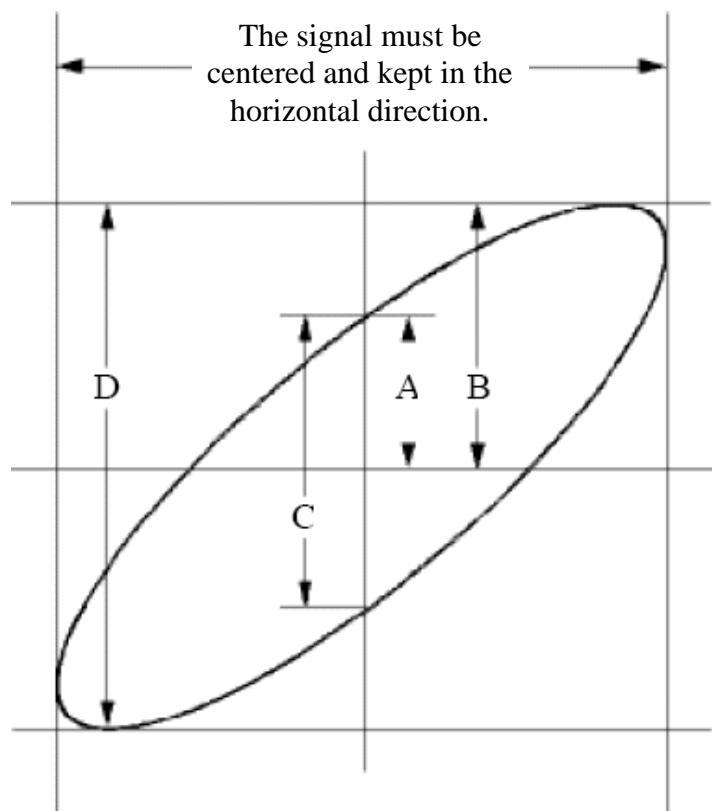

Figure 6-6 リサーチュ図
- (1) プローブ・メニューでプローブ減衰比を10X、プローブの減衰比をスイッチで10Xに設定します。詳細は“プローブ減衰比の設定”を参照ください。
- (2) 回路の入力信号にCH1プローブを、出力信号にCH2プローブを接続します。
- (3) **CH1～CH4**ボタンを押して、CH1とCH2をオンにし、CH3とCH4をオフにします
- (4) **Autoset**を押します。オシロスコープが自動設定を実施して2つのチャンネル波形が表示されます。
- (5) CH1とCH2について、**垂直軸Scaleノブ**と**垂直軸Positionノブ**を回して、波形の振幅がおおむね同じくらいになるように調整します。
- (6) **Acquire**を押してアクイジョン・メニューを開きます。
- (7) **XY Mode**をONにするとXY表示になり、リサーチュ図が表示されます。
- (8) **垂直軸Scaleノブ**と**垂直軸Positionノブ**を回して波形をさらに調整します。
- (9) 楕円の形状から、位相差を計算することができます。 (Figure 6-6)